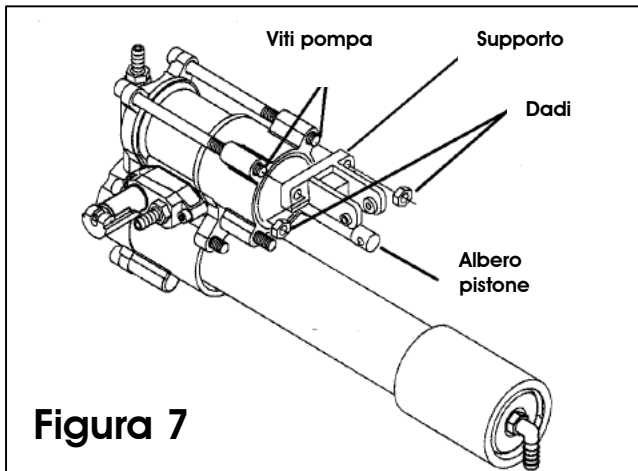

Figura 7
5. allineate i fori della leva manuale con le due viti superiori che uniscono il blocco motore con il blocco pompa (**Figura 7**). Inserite i bulloni nei fori della base della leva per il funzionamento manuale e assicurate la leva con i dadi. Non serrate eccessivamente i dadi.